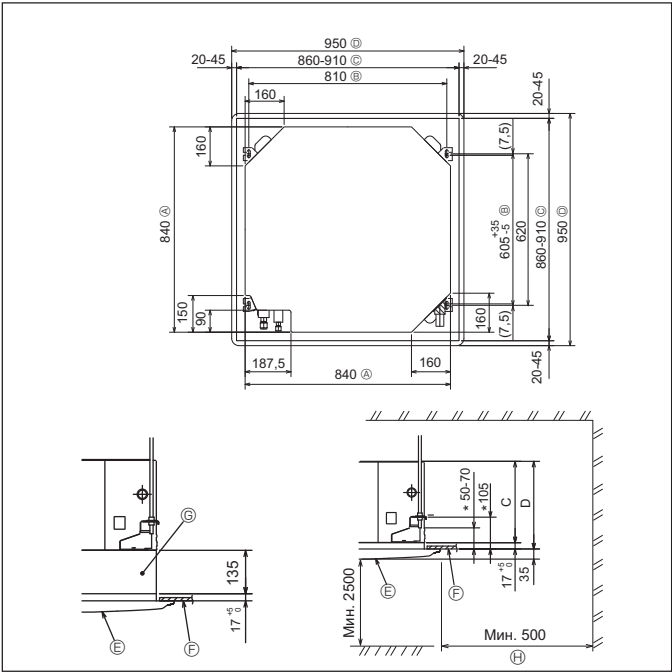

Fig. 2-2
2.2. Расположение отверстия в потолке и навесных болтов (Fig. 2-2)
- Размер потолочного отверстия можно регулировать в пределах, указанных на Fig. 2-2, таким образом, чтобы отцентровать главный прибор в потолочном отверстии, обеспечив одинаковые зазоры по всем соответствующим противоположным сторонам.